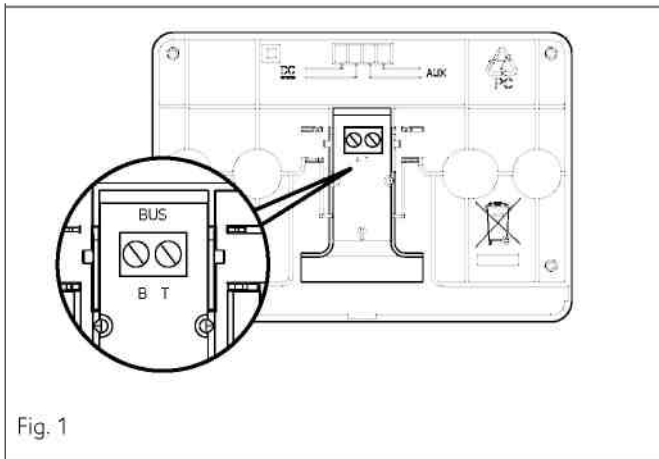

Fig. 1
- Conectați perechea de cabluri la conector (Fig. 1).